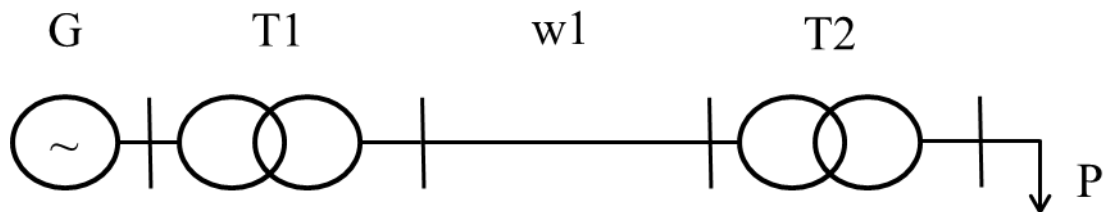

Рис. 1. Схема электропередачи
**Задача 1.** Определить вероятность перерыва электроснабжения в соответствии со схемой, представленной на рис. 1.